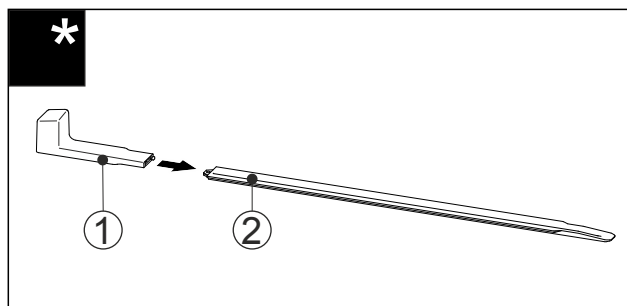

Fig. 63
- ▶ Natakните montažnu ručku Fig. 63 (1) na tračnicu za niveliranje Fig. 63 (2).